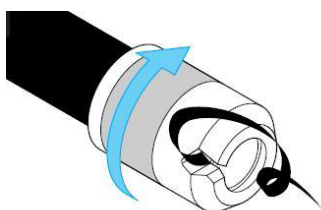

Figura 1
1. Smussare il tubo con lo smussatore Hawle n. 6000 o con prodotto equivalente (v. figura 1)